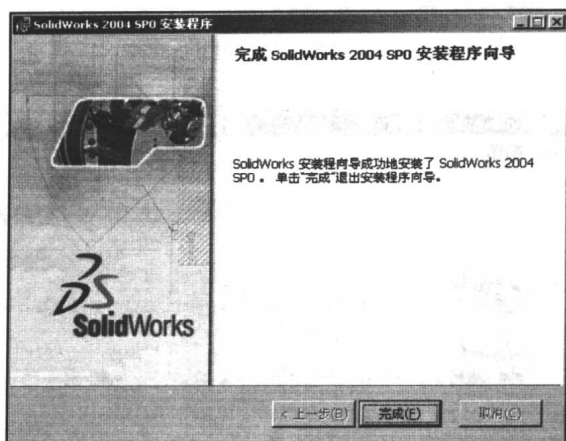

图 1-5 “完成 SolidWorks2004 SP0 安装程序向导”对话框
(6) 接下来的操作比较简单, 和其他软件的安装过程类似, 根据安装光盘的提示一步步进行, 输入相应的序列号和注册码, 单击“下一步”按钮, 直至出现如图 1-5 所示的“完成 SolidWorks2004 SP0 安装程序向导”对话框。